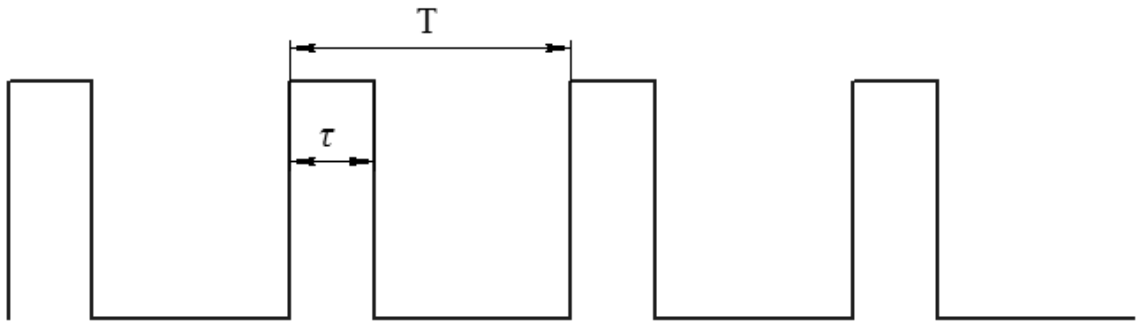

Рисунок 2 – Широтно-импульсная модуляция
*\*ШИМ, широтно-импульсная модуляция, или длительно-импульсная модуляция (ПДМ), – это метод уменьшения средней мощности, подаваемой электрическим сигналом, путем эффективного разделения его на дискретные части. Период импульсов  $T$  остается неизменным, в то время как длительность импульсов  $\tau$  контролируемым образом может регулироваться в пределах периода (Рис. 2).*